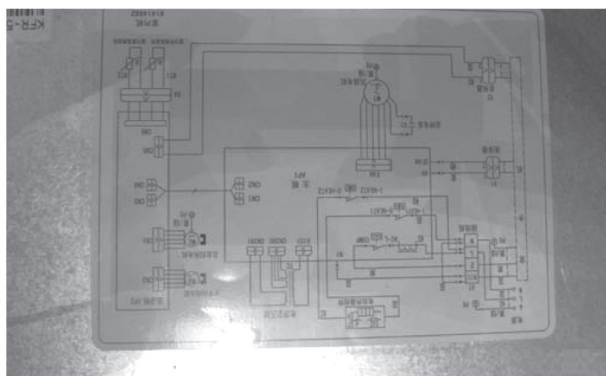

图 3-54 室内机接线电路图
5) 在盖板背面能够找到接线图，请留心查看再操作，以防反接，如图 3-54 所示。